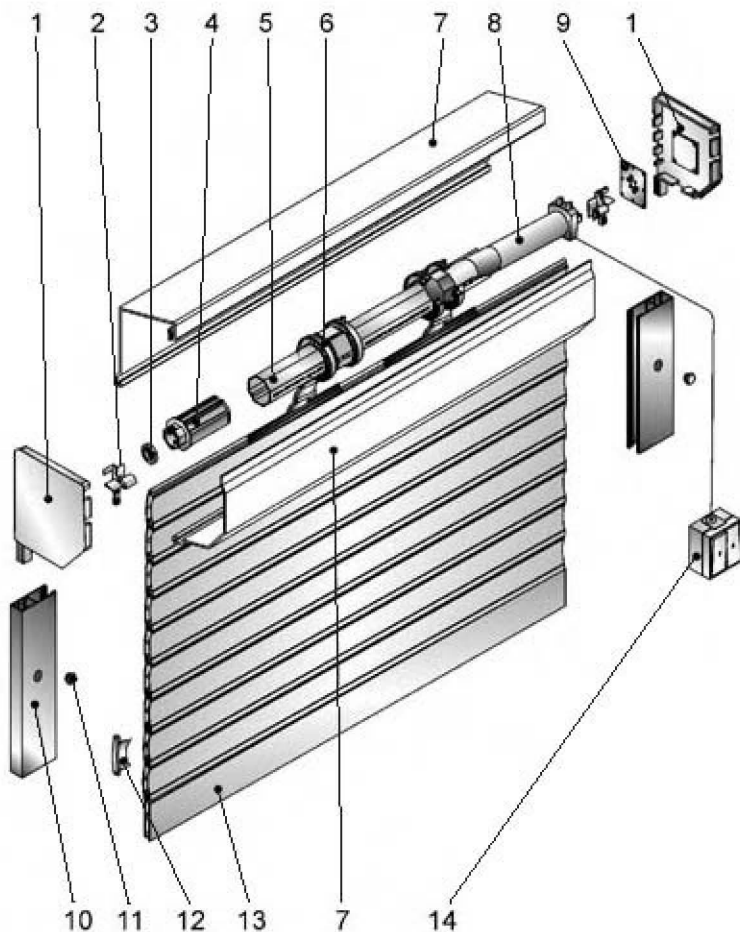

Рис. 1 Комплектация роллет с электроприводом:
1.3.3 Устройство и порядок работы роллеты, оснащенной электроприводом (см. рис. 1):